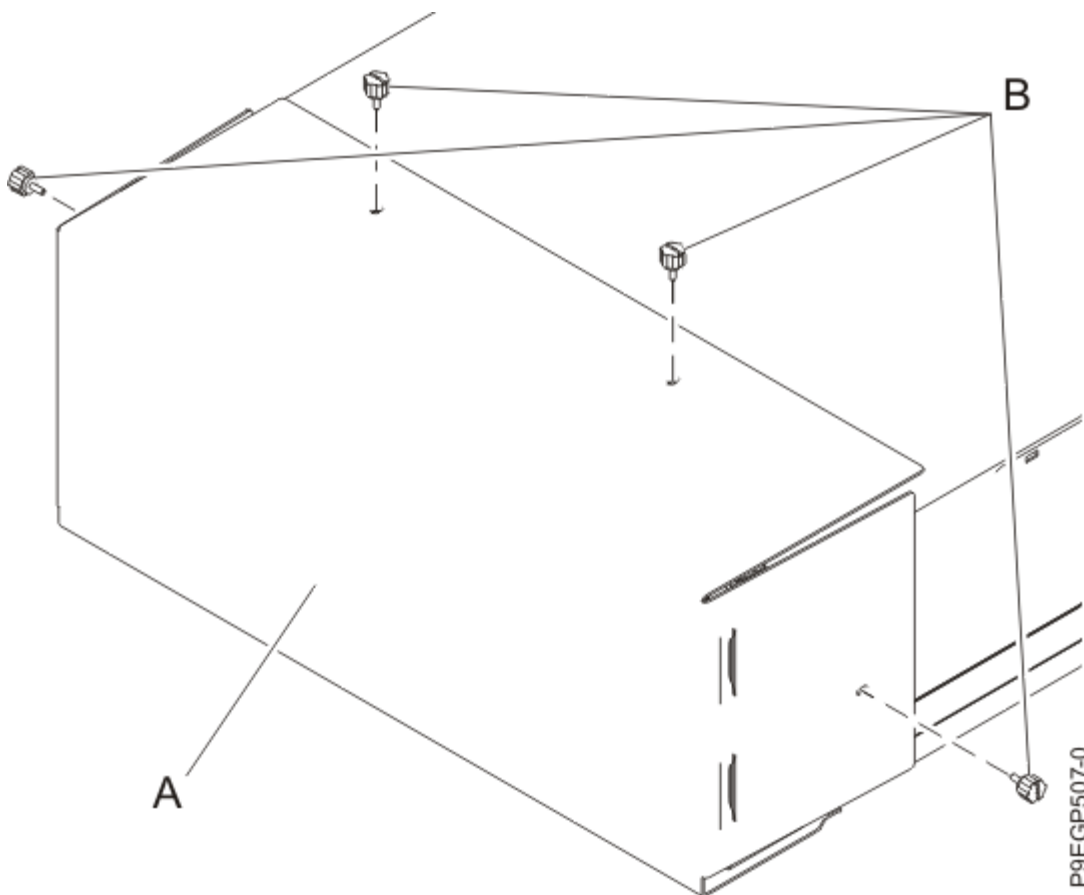

Figure 7. Retrait du capot de transport
2. Retirez les quatre vis moletées (**B**) qui permettent de fixer le capot de transport (**A**) à l'arrière du tiroir, comme illustré dans la Figure 7, à la page 11. Retirez le capot de transport.